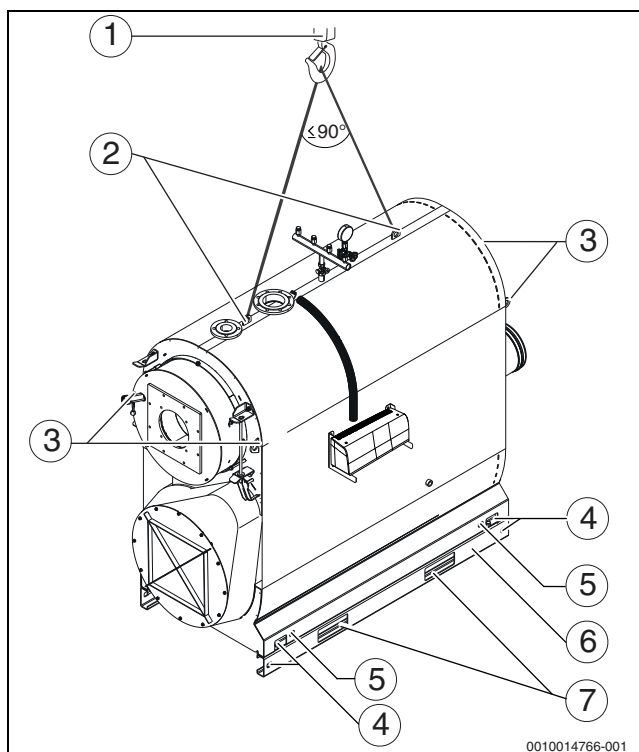

Рис. 4 Подъём котла краном
Проушины для крепления нельзя использовать для подъёма котла (→ рис. 4, [3], стр. 12).
- ▶ Вставьте крюки строп в отверстия обоих косынок жёсткости корпуса котла (→ рис. 4, [2], стр. 12).
- ▶ Поднимите весь котёл подъёмной тележкой (→ глава 3.1.3, стр. 13) или домкратом с одной стороны (→ рис. 4, [5], стр. 12).